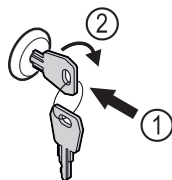

Fig. 143 Ενδεικτική απεικόνιση
- ▶ Πιέστε μέσα το κλειδί Fig. 143 (1).
- ▶ Περιστρέψτε το κλειδί 90° δεξιόστροφα Fig. 143 (2).